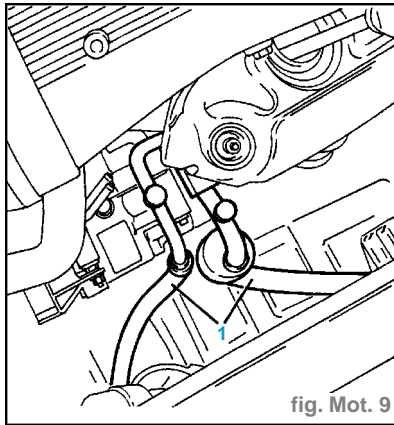

fig. Mot. 9
- Dévisser les vis et déconnecter du compresseur de la climatisation les tubes d'entrée et de sortie du fluide réfrigérant, puis les déplacer latéralement (1) (fig. Mot. 9).